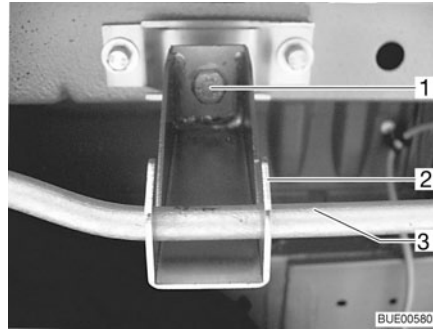

Fig. 243 Soporte para la rueda de repuesto debajo del vehículo
- Aflojar las tuercas (Fig. 243,1) de los ganchos izquierdo y derecho (Fig. 243,2) del soporte de la rueda de repuesto con la llave de carraca y la extensión.
- Empujar ligeramente hacia arriba el estribo (Fig. 243,3), presionar el gancho hacia atrás o hacia adelante y desenganchar el estribo.